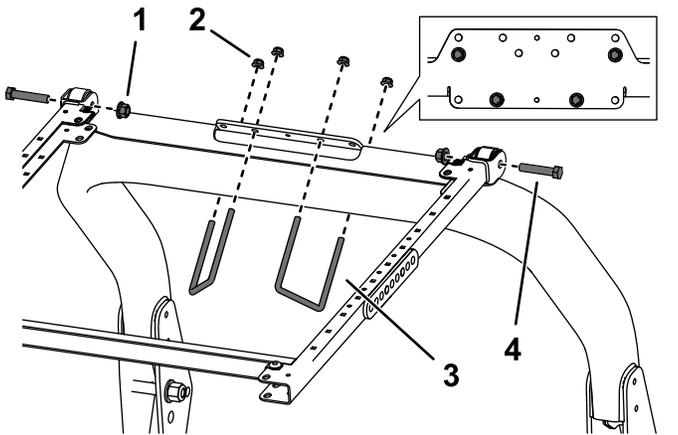

**図 34**
2. 図 34 に示すように、ワッシャ $\frac{13}{16}$  x  $1\frac{1}{2}$ "を各ボルト $\frac{3}{4}$  x 4"に組み付ける。
3. ピンを抜いた穴に、ボルトとワッシャを取りつける **図 34**。
4. **図 34**のように各ボルトにもう1枚のワッシャを入れ、ナット $\frac{3}{4}$ "で固定する。